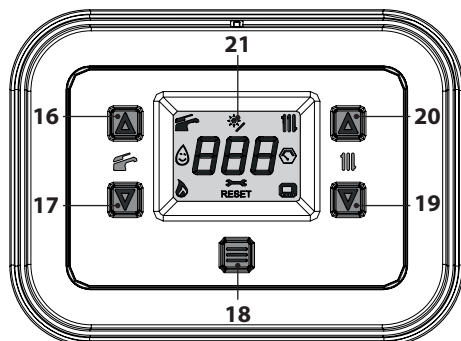
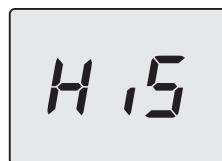
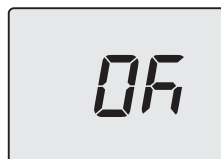

Figura 9.1
Figura 9.2
Figura 9.6
- Entrare in "modalità programmazione" premendo contemporaneamente per 5 secondi i tasti 17 e 19 (Figura 9.1) fino a far apparire sul display LCD le lettere **HiS** che indicano il menu "Storico delle caldaia" (Figura 9.2).
- Premendo il tasto 18 (Figura 9.1) si ottiene la conferma del valore inserito. Il display visualizzerà per 5 sec. quanto segue (Figura 9.6) poi, si porterà al livello superiore.
- tenere premuti contemporaneamente i tasti 17 e 19 per 5 sec. (Figura 9.1) (ritorno al livello precedente).